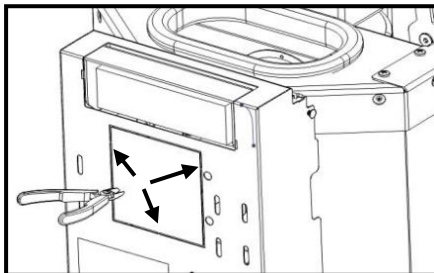

Figure 111 - Enlèvement de la salamandre arrière
f) A l'arrière de l'appareil, retirer le couvercle marqué sur la Figure 111, en coupant dans les zones marquées avec une pince coupante.